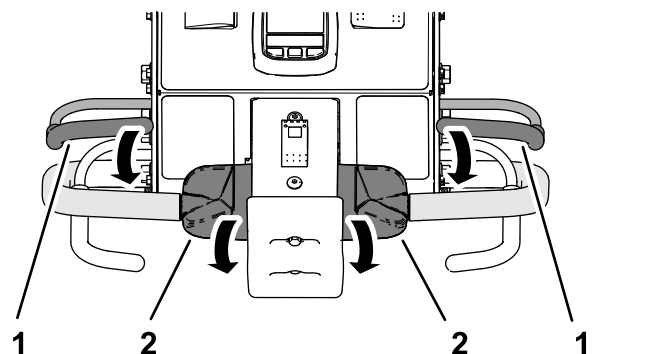

Bild 35
1. Halten Sie einen der beiden Schaltbügel am Lenker fest und drehen Sie den oberen Teil des Fahrantriebshebels nach vorne (Bild 35).